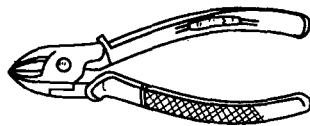

图1-9 电工用绝缘柄断线钳
5. 断线钳 断线钳又称斜口钳, 钳柄有铁柄、管柄和绝缘柄3种形式, 其中电工用绝缘柄断线钳的外形如图1-9所示。其耐压为1000V。